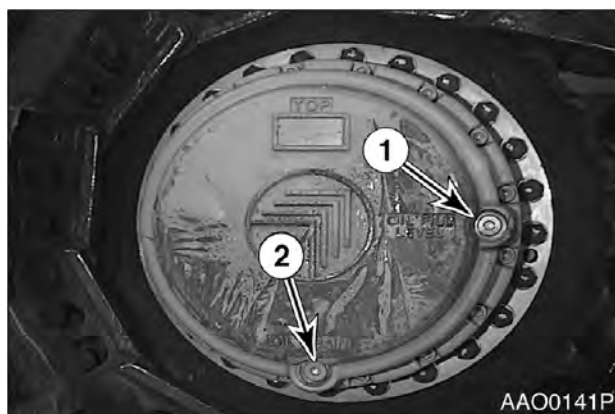

Рис. 71
2. Вращать гусеницы до тех пор, пока входные отверстия (1 и 2, рис. 71) не достигнут указанного правильного положения.
3. Поместить емкость под заглушку сливного отверстия (2, рис. 71) и снять заглушку (1 и 2), чтобы слить моторную жидкость.
4. Установить заглушку сливного отверстия (рис. 71). Заполнить корпус ходового гидромотора жидкостью через входное отверстие (1) до достижения жидкостью уровня входного отверстия (1). Установить заглушку уровня масла (1).